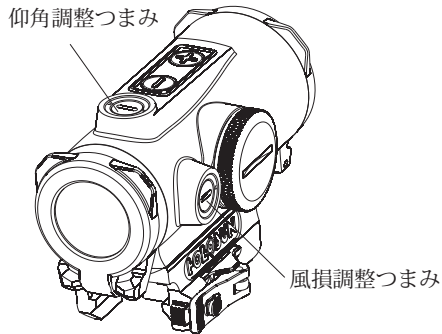

図6
2. 保護キャップ上の内蔵ねじ回しツールはゼロ調整に使用できません（図6参照）。キャップ内側のラベルを参照してください。
1. サイトの上に仰角調整ターレットがあり、風損調整ターレットは右側にあります（図6照）。サイトは工場出荷時に、ほぼゼロに調整されています。